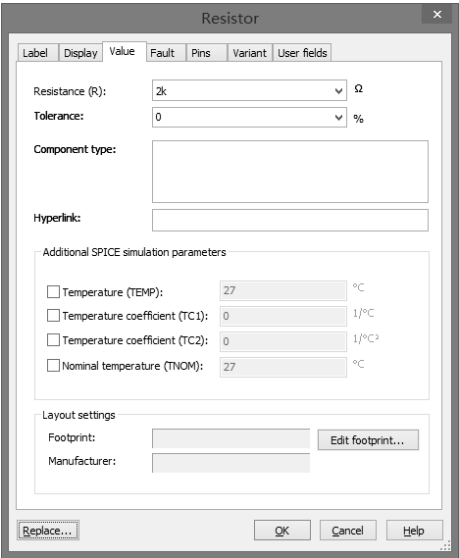

图 4.2.9 修改电阻阻值
(1) 改变电阻 R2 的值为 2kΩ。双击电阻 R2，打开其属性对话框，如图 4.2.9 所示。在“Value (值)”选项卡中，将“Resistance (阻值)”文本框中的内容更改为“2k”，单击“OK”按钮。